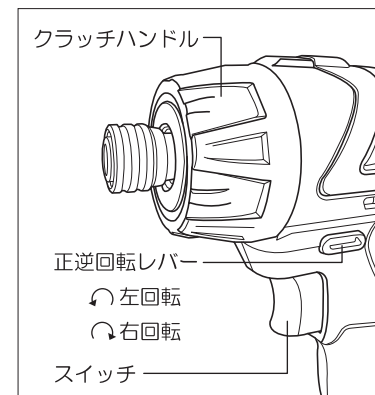

図4
- 目盛の①はトルクが弱く、⑤はトルクが強くなります。作業に合わせて調整をしてご使用ください。(図4参照)
- 正逆回転レバーを左にすると回転は右回りをし、レバーを右にすると回転は左回りになります。(図4参照)